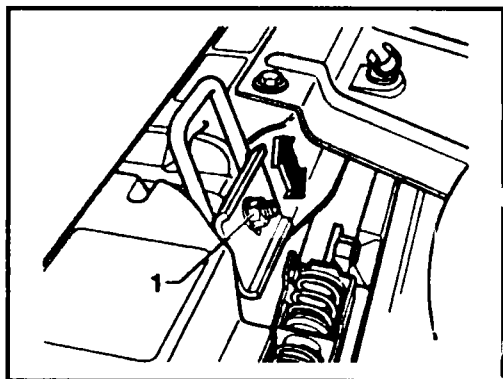

Рис. 10.19 Регулировка положения скобы замка капота
- ◆ Ослабьте гайку (1, рис. 10.19) скобу переместите так, чтобы капот запирался правильно. Гайку крепления проушины затяните моментом 5 Нм.
◆ Поддерживая дверь, отсоедините от нее амортизатор. Крепление амортизатора показано на рис. 10.19. Там нет крепежных резьбовых элементов. При замене отсоединяйте обе опоры амортизатора, при демонтаже двери — только одну. Это связано с тем, что опоры пластиковые и легко повреждаются при демонтаже.